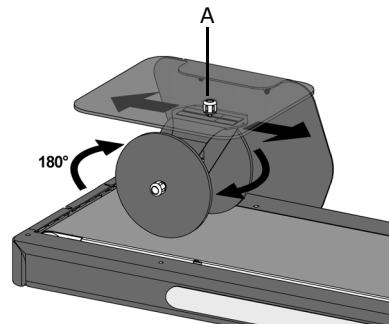

Figure 7.3
- Loosen the knob A (fig. 7.3).